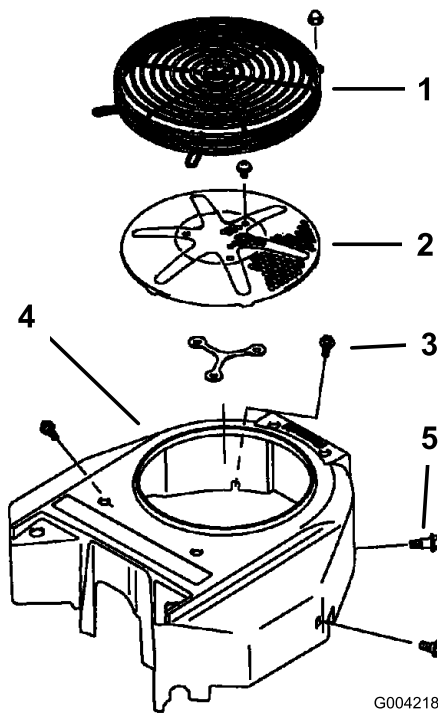

Figura 73
Antes de cada uso, elimine cualquier acumulación de hierba, suciedad u otros residuos de la rejilla del motor. Esto ayudará a asegurar una refrigeración adecuada y una velocidad de motor correcta, y reducirá la posibilidad de sobrecalentamiento y daños mecánicos al motor (Figura 73).
3. Retire la rejilla de entrada de aire, el arrancador de retroceso y la carcasa del ventilador (Figura 73).
5. Instale la rejilla de entrada de aire, el arrancador de retroceso y la carcasa del ventilador (Figura 73).